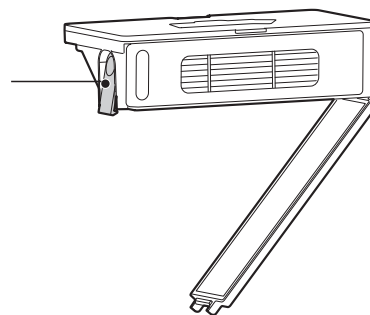

Figura 2
2. Expulsar el polvo: Pulse el botón de expulsión del polvo para verter el polvo (Figura 2).